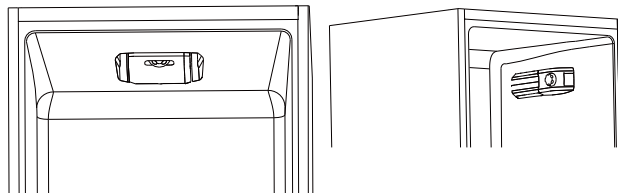

Fig.4
- El grupo termostato para el control del aparato se encuentra dentro de la celda frigorífica (fig. 4). Gire la perilla del termostato sacándola de la posición "0". Cuando la puerta del frigorífico está abierta, la luz permanece encendida. Colocando la perilla en "0" se apaga completamente el producto.